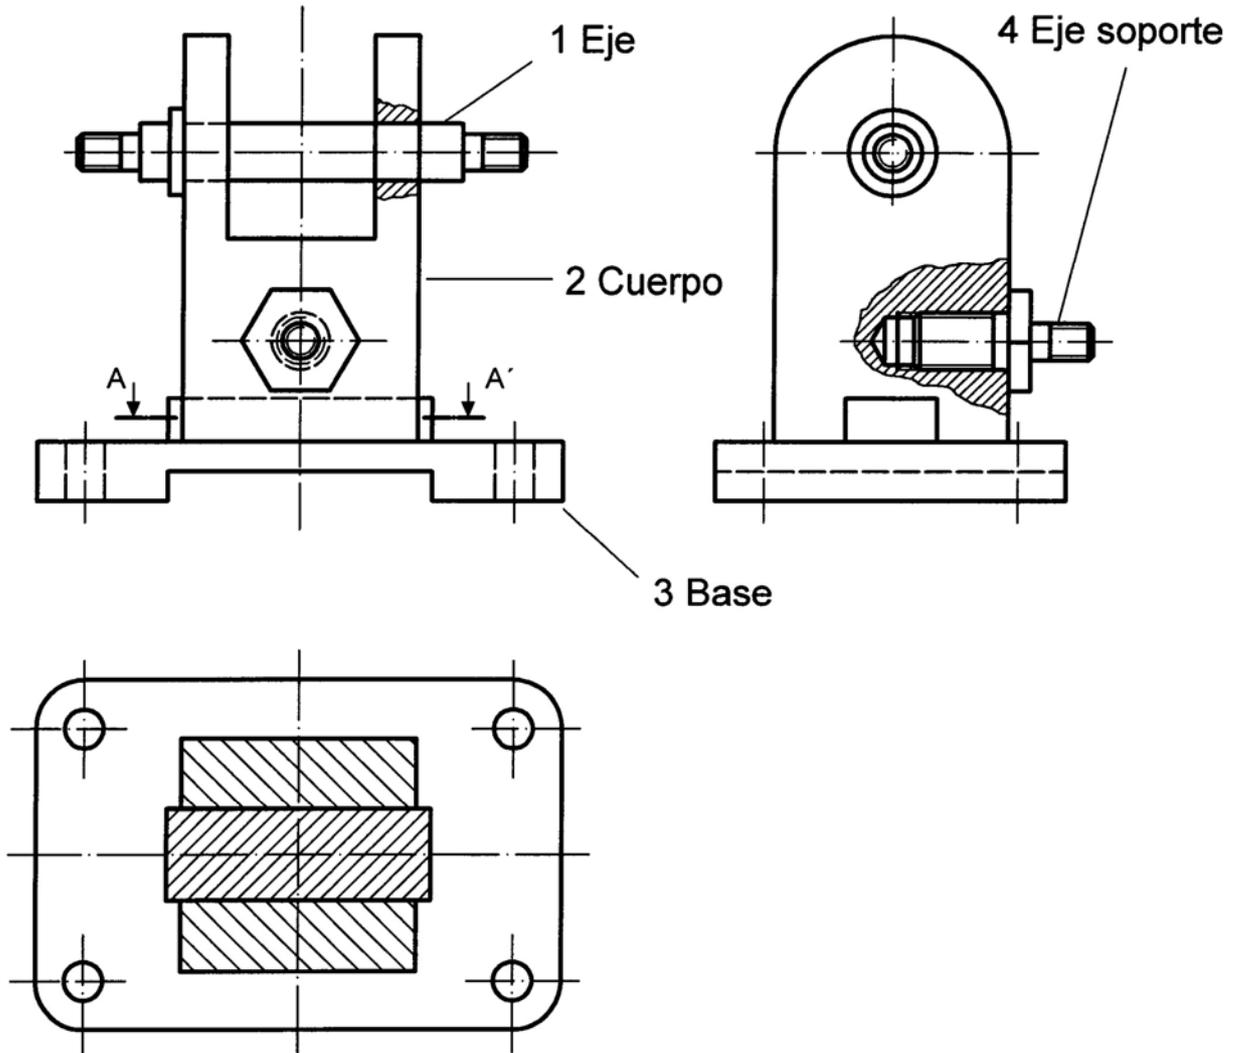

Figura 2. La pieza de marca 2 (Cuerpo), ajusta en la marca 3 (Base) gracias a un saliente de esta última.
2. Dado el plano de conjunto de la figura 2, representar el despiece de todas sus marcas. Acotar cada una de ellas según normas (3 puntos).